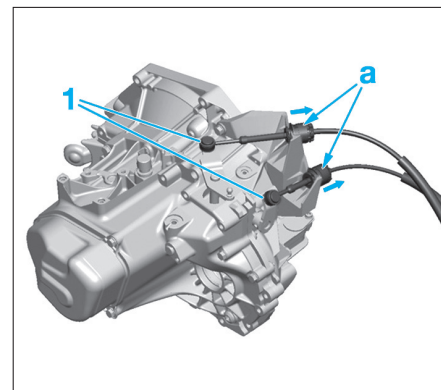

Fig. 13
- A l'aide de l'outil [1], désaccoupler les 2 rotules (1) (Fig.13).